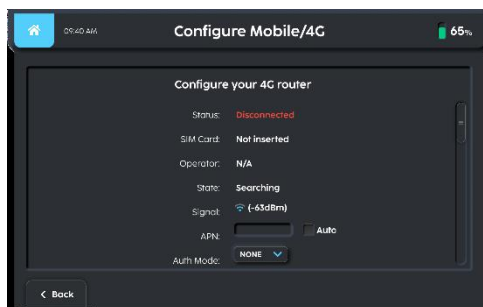

Fig 8
1. L'opérateur peut configurer les paramètres mobiles/4G (Fig 8)